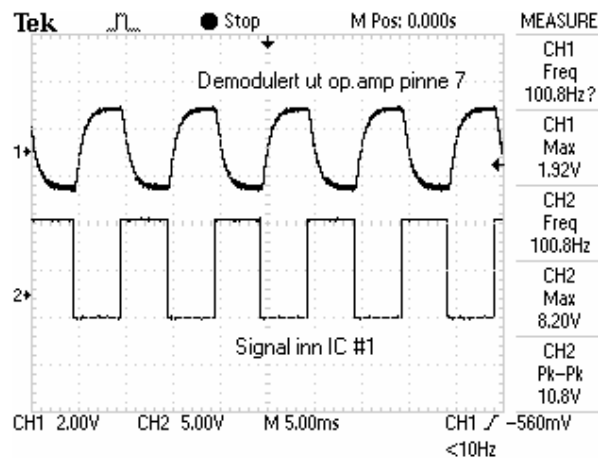

Fig. 7
- Se på RX output **TP 6**. Her skal du få ut et signal med samme frekvens. Dersom alt er riktig satt opp skal man få et bilde omtrent som vist på Fig. 7. Normal ville et demodulert signal kobles til en komparator for å generere passende logiske nivåer. Legg ved skjermutskrifter fra oscilloskopet.